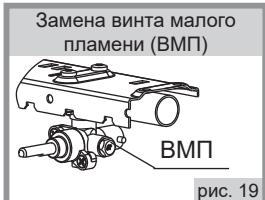

рис. 19
22.2. Проведение замены винтов малого пламени (ВМП) в кранах горелок стола (рис. 19):